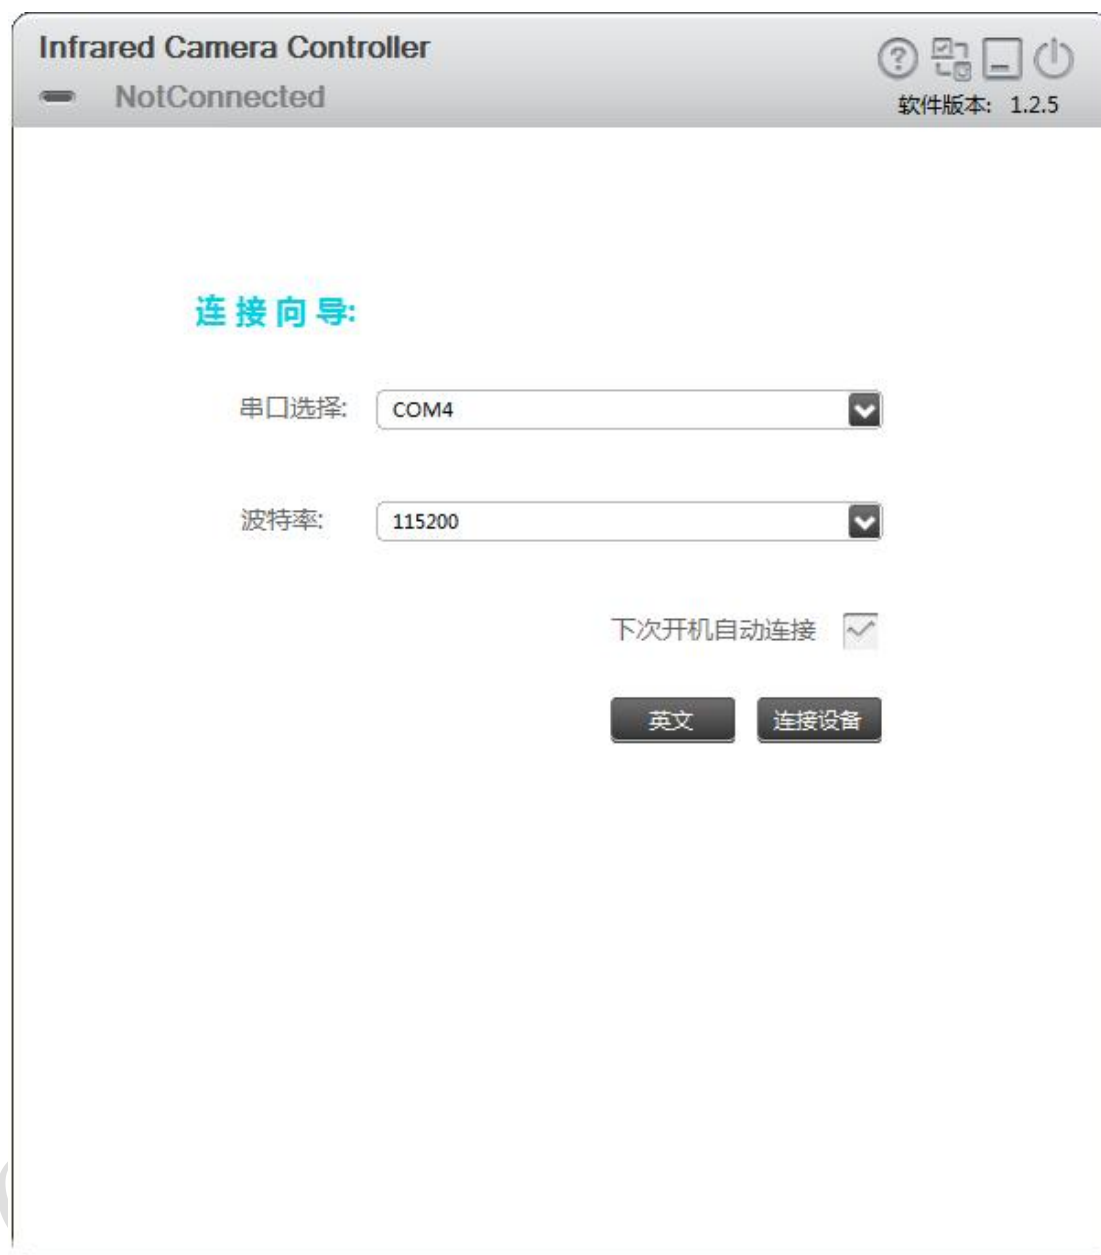

图 4-14 中文连接向导界面
- 5) 点击“Chinese”选择中文语言版本，点击“英文”选择英文版本。中文语言连接向导界面如图 4-14 所示。